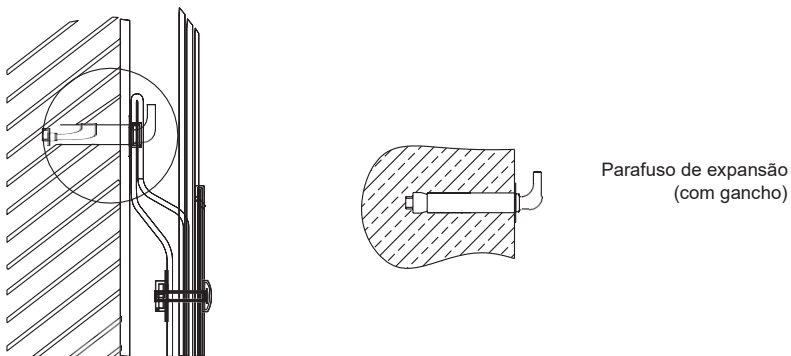

Fig.3
- ① Este termoacumulador elétrico deve ser instalado numa parede sólida. Se a resistência da parede não suportar uma carga igual a duas vezes o peso total do aquecedor cheio de água, é necessário instalar um suporte especial. Em caso de uma parede de tijolos ocós, preencha completamente com cimento.
- ② Após selecionar um local adequado, determine posição dos dois orifícios de instalação utilizados para os parafusos de expansão com gancho. Faça dois furos na parede com a profundidade correspondente, utilizando uma broca com o tamanho equivalente ao dos parafusos de expansão na máquina, insira os parafusos, posicione o gancho virado para cima, aperte firmemente as porcas e, em seguida, suspenda o termoacumulador elétrico (ver Fig.3).